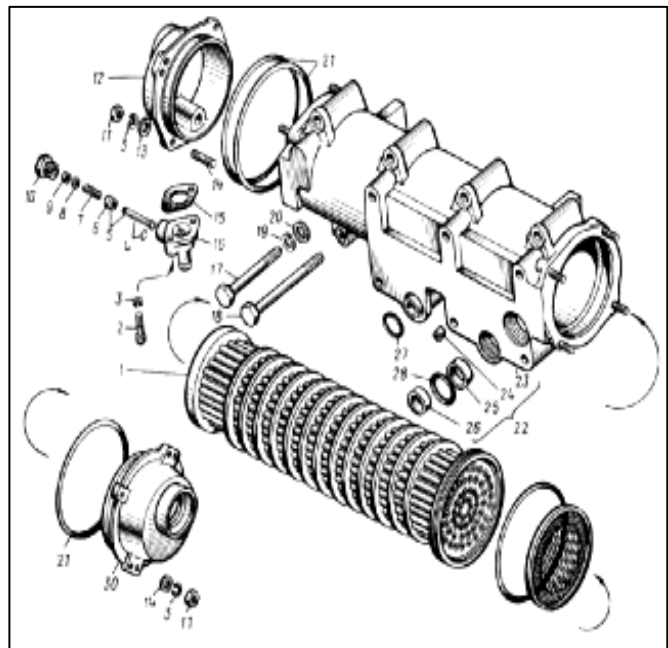

Рис. 3.22 – Водомасляный радиатор
3.8.1.1 Разборка ВМР (рис. 3.22)
3.8.1.3 Сборка водомасляного радиатора (рис. 3.22)